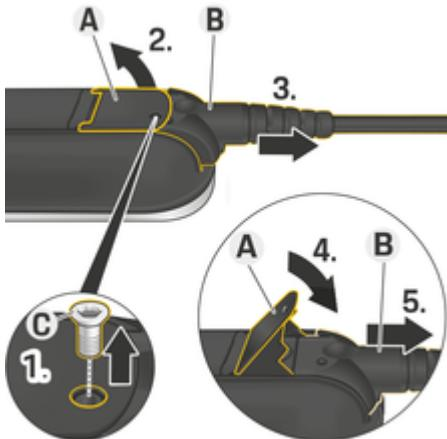

Fig. 8: Løse kabelen
- 1. Løs skruen **C** (Fig. 8) med et egnert verktøy.
- 2. Løft spaken **A** (Fig. 8).
- 3. Trekk ut pluggen **B** (Fig. 8) til du kjenner motstand.